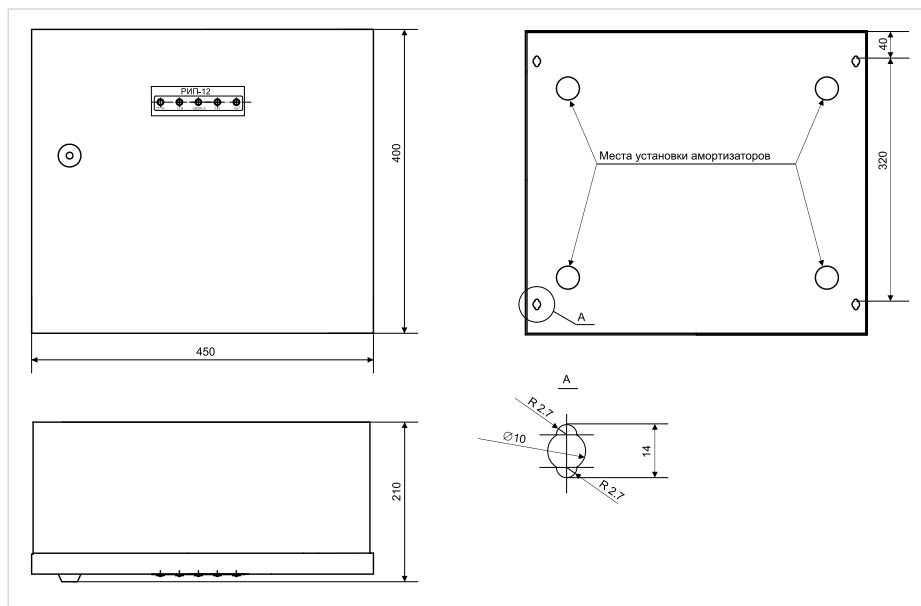

Рисунок 4. Внешний вид и габаритные размеры РИП
3. Наметьте на стене места для четырёх установочных отверстий в соответствии с габаритным чертежом (см. рис. 4). Просверлите отверстия.